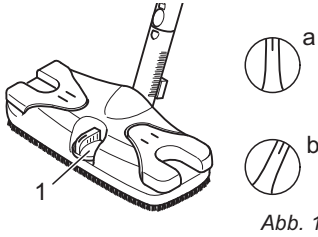

Abb. 12
9. Bei Verwendung der Bodendüse stellen Sie je nach Bodenbelag den Umschalter Teppich/Hartboden (Abb. 12/1) ein:
- **Hartboden (Abb. 12/a)**
- **Teppich (Abb. 12/b)**